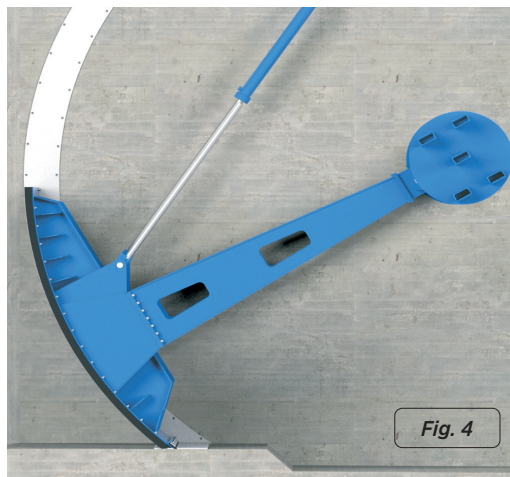

Fig. 4
- Depois de colocar o quadro na obra na posição fechada, pontilhar as consolas sobre as bases do ponto de rotação que se encontram embutidas nas paredes laterais (fig. 4).